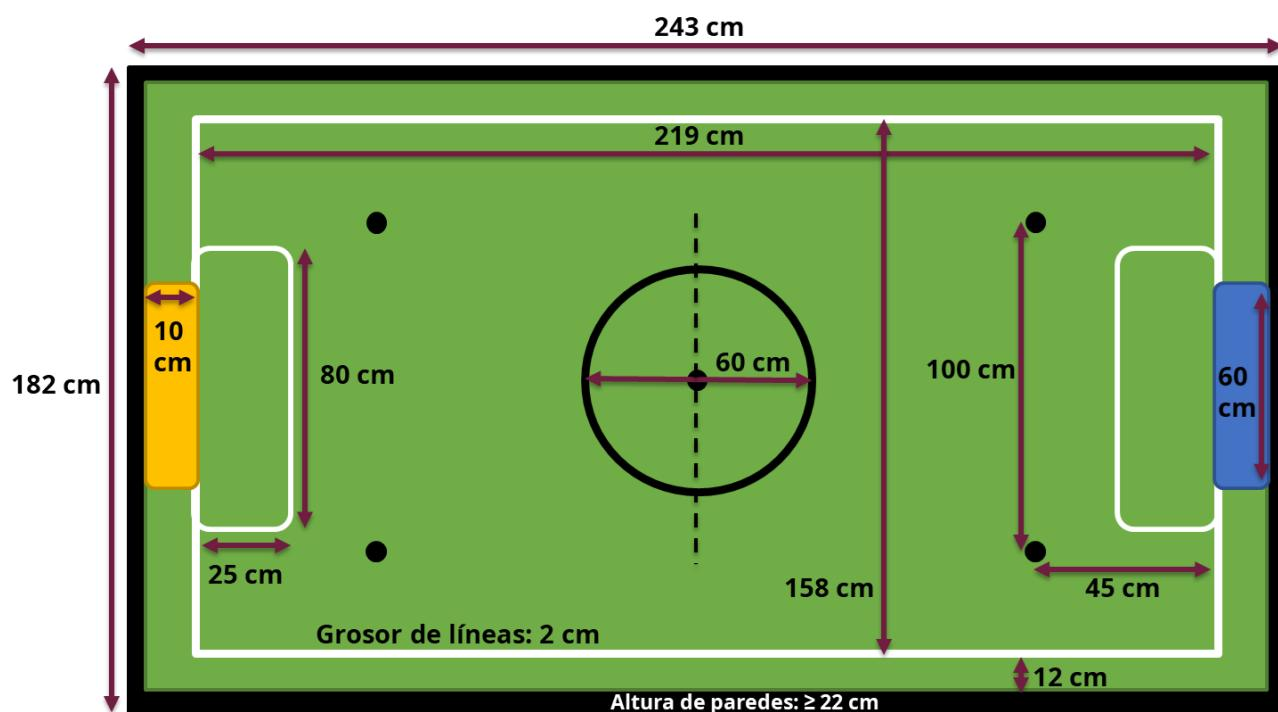

Figura 1. Dimensiones de la cancha
7.1. Dimensiones totales del campo de juego (véase Figura 1)
7.3. Marcas del campo (véase Figura 1)